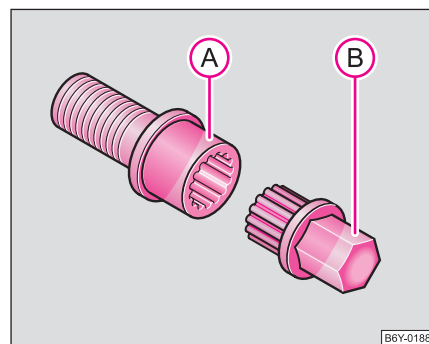

Abb. 162 Sicherheitsradschraube mit Adapter
- Stecken Sie den Adapter (B) mit seiner verzierten Seite zum Anschlag so in die innere Verzahnung der Sicherheitsradschraube (A), dass nur noch der äußere Sechskant herausragt ⇒ Abb. 162.
- Stecken Sie den Radschlüssel bis zum Anschlag auf den Adapter (B).